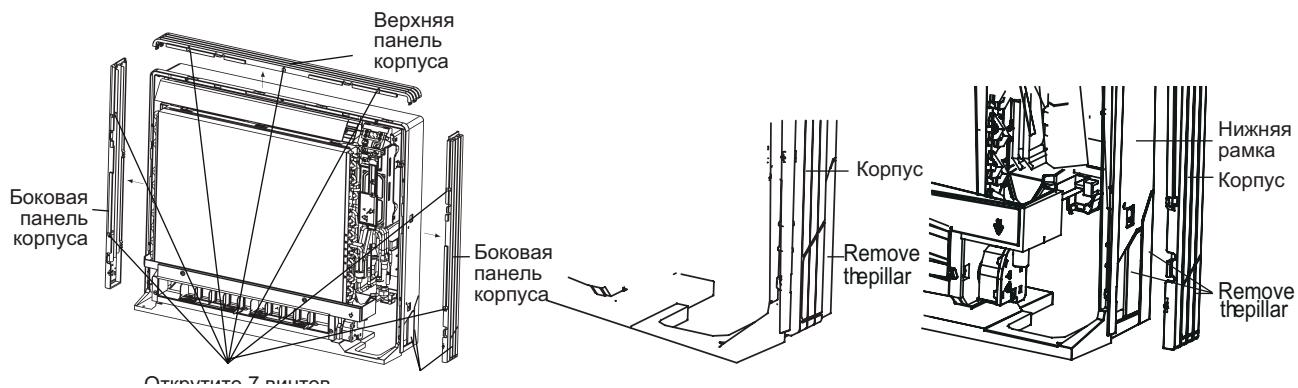

Рис. 10.40
- Снимите боковые панели, открутив 7 винтов (см. рис. 10.40).